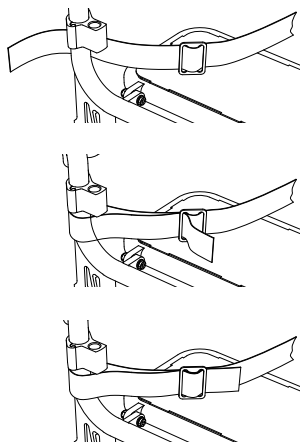

Abb. 28
1. Bäckbältet sätts fast på ryggstödet högra och vänstra ramrör (bild 28).